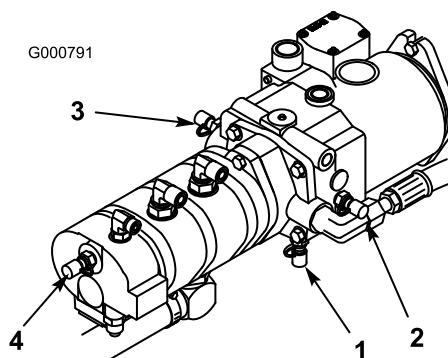

Figura 77
4. Il foro diagnostico D si trova in fondo alla trasmissione idrostatica (Figura 77) e misura la pressione di carica della trasmissione.
5. Il foro diagnostico E misura la pressione di marcia avanti (Figura 77).
6. Il foro diagnostico F misura la pressione di retromarcia (Figura 77).
7. Il foro diagnostico G misura la pressione del circuito dello sterzo (Figura 77).